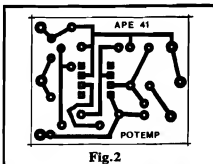

Fig. 2
- FIG. 2 - LAY OUT DO CIRCUITO IMPRESSO - Embora tenhamos enfatizado as intações de miniaturização, notem os Leitores/Hobbyistas que nem por isso a configuração de ilhas e pistas ficou "apertada" ou super-condensada... Isso ocorre por que o circuito utiliza uma quantidade extremamente modesta de componentes (outro fator importante na redução final do custo do projeto...), facilitando a implementação em plaquinha pequena, sem com isso incorrer em "espremeamentos" excessivos... A figura mostra, em tamanho natural (escala 1:1) a face cobreada, com o padrão que deve ser cuidadosamente copiado sobre uma plaquinha virgem (quem quiser "fugir" desse trabalho de reprodução/confeção da placa, poderá recorrer ao prático sistema de KITS, oferecido pela Concessionária Exclusiva, EMARK ELETRÔNICA - vejam anúncio em outra página da presente APE...). O importante - como sempre - é verificar-se cuidadosamente a placa ao final da